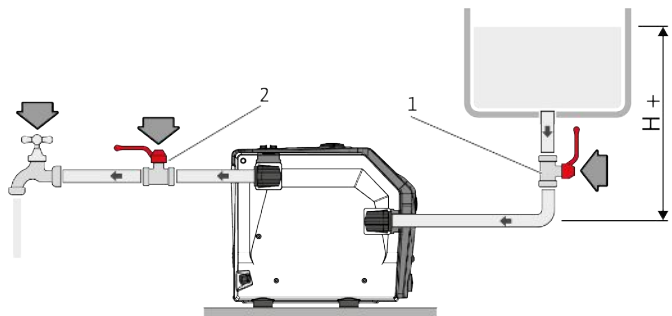

Fig. 9: Koormusrežiim
- Täitke toode (umbes 1,5 l) veega, kuni vesi hakkab õhutusavast välja voolama (Fig. 9).
- Avage sulgeventiil (pos. 1, 2).